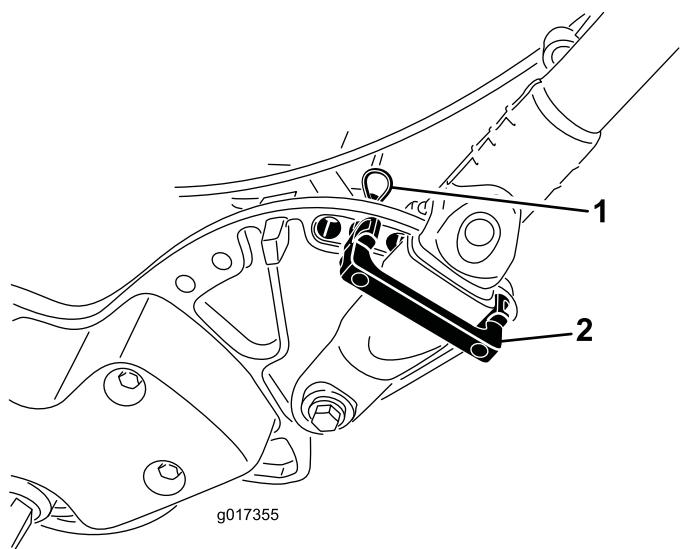

Figura 32
1. Retire os pernos de gancho dos fixadores da pega em cada lado da máquina (Figura 32).
2. Suportando a pega, retire os pernos de gancho de cada lado e rode a pega até a colocar na posição desejada para sua utilização (Figura 32).